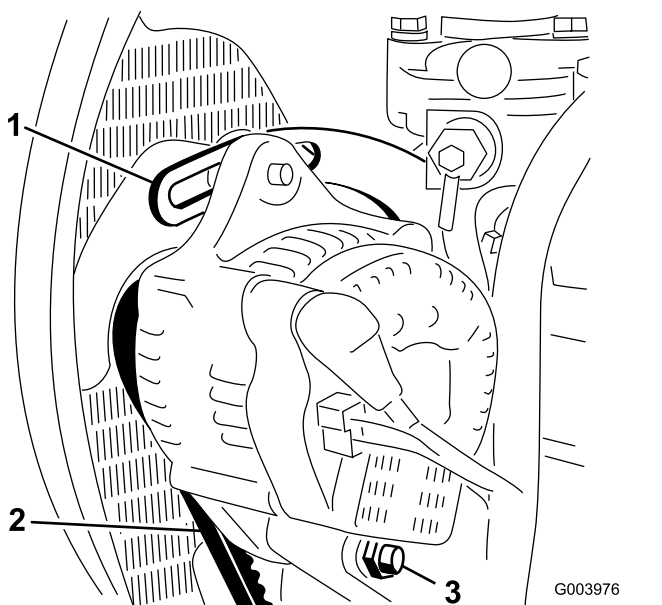

Figura 65
2. Compruebe la tensión de la correa del alternador presionándola (**Figura 65**) en el punto intermedio entre las poleas del alternador y del cigüeñal con una fuerza de 10 kg.
3. Afloje el perno que fija el tirante al motor (**Figura 65**), el perno que fija el alternador al tirante y el perno de pivote.